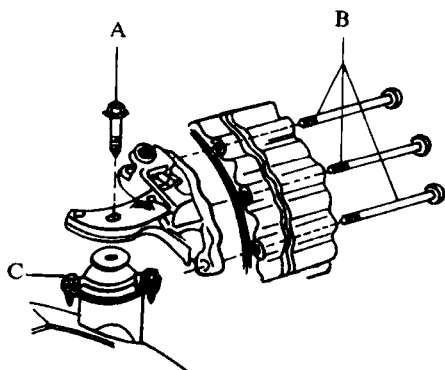

图 1-5
②总成左悬置（图 1-5）。A = 60Nm, B = 35Nm。